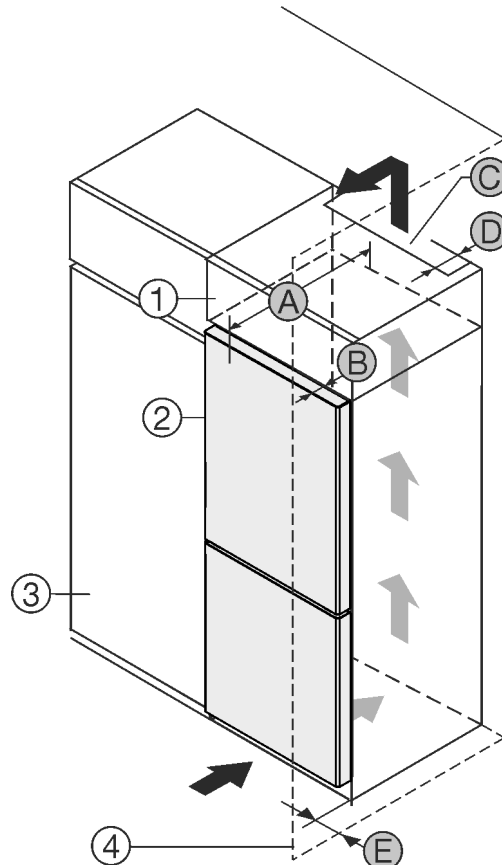

Fig. 1
- (1) Rehausse
- (2) Appareil
- (3) Placard de cuisine
- (4) Mur
- (A) Profondeur de l'appareil
- (B) Profondeur de porte
- (C) Section de ventilation
- (D) Distance du dos de l'appareil
- (E) Distance par rapport au côté de l'appareil
Installer l'appareil directement à côté du placard de cuisine Fig. 1 (3).*
Une sortie d'air avec la profondeur Fig. 1 (D) doit être présente au dos de la rehausse sur toute sa largeur.
La section de ventilation Fig. 1 (C) sous plafond doit être respectée.
Si l'appareil est installé avec les charnières près d'une paroi Fig. 1 (4), la distance entre l'appareil et la paroi doit être d'au moins 13 mm.
Si l'appareil est installé avec les charnières près d'une paroi Fig. 1 (4), la distance entre l'appareil et la paroi doit être d'au moins 20 mm.
Pour pouvoir ouvrir complètement les portes, l'appareil doit déborder de la profondeur de la porte Fig. 1 (B) par rapport à la façade du placard. L'appareil peut déborder encore plus en fonction de la profondeur des placards Fig. 1 (3) et de l'utilisation de cales d'épaisseur.*